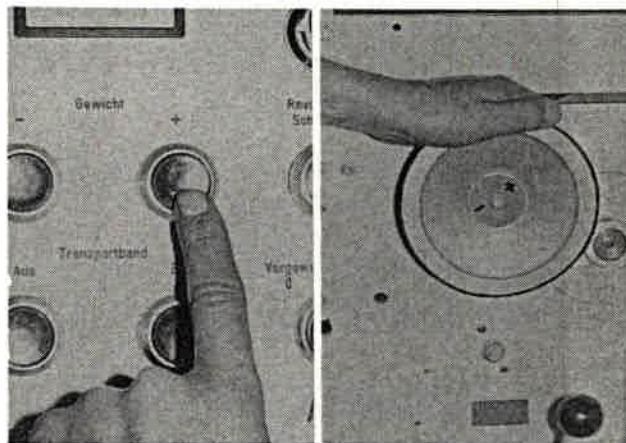

Bild 183
15. Zur Gewichtskorrektur Handrad (Bild 183/ rechts) entsprechend in „+/-“ -Richtung verdrehen bzw. „+/-“ -Taste im Bedienpult betätigen (Bild 183/links).